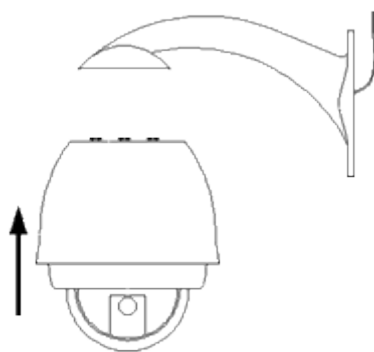

图 4-1
- 2、按照接口标示将球机与支架安装好，本设备采用快装方式，方便用户安装拆卸（如图 4-1、4-2）。